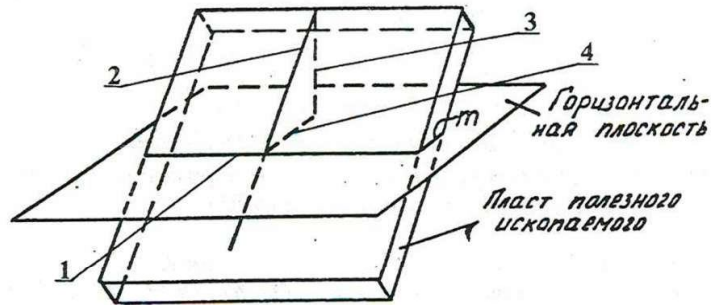

Рис.1.21
7. Между какими двумя линиями, показанными на рис.1.21, заключен угол, называемый углом падения месторождения?